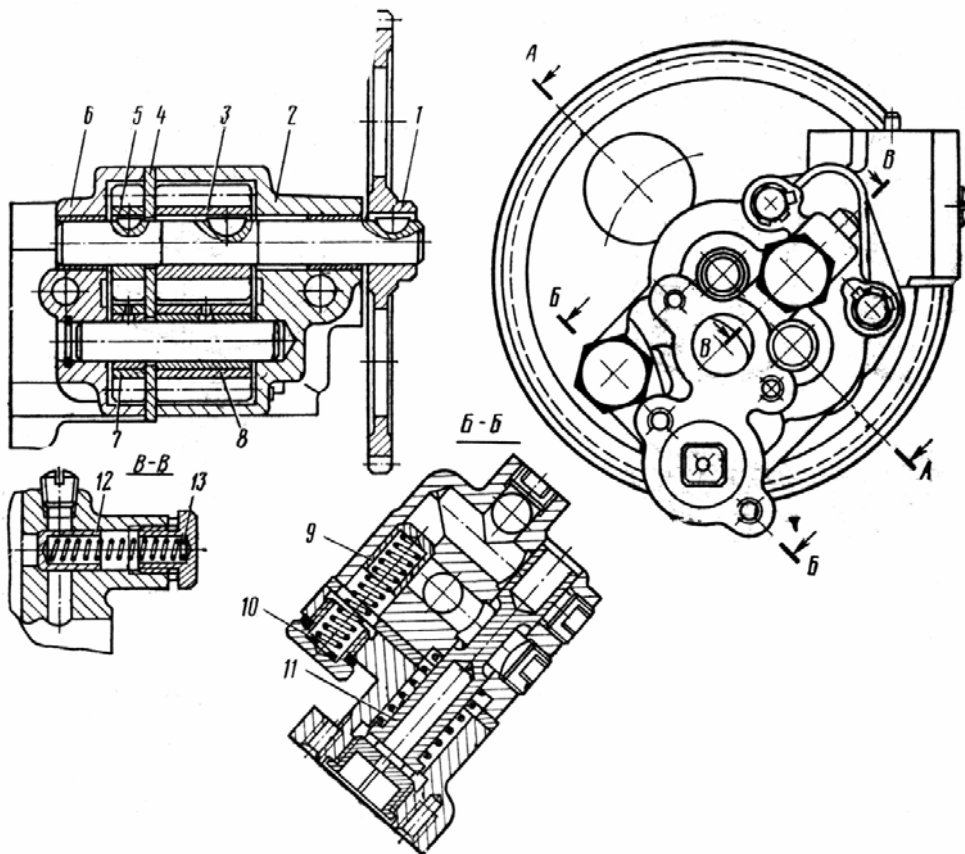

Рис. 2.26. Масляный насос:
3. Масляный насос (рис. 2.26) двухсекционный, шестеренчатого типа. Основная секция 2 нагнетает масло в систему смазки двигателя; радиаторная секция 6 - в фильтр центробежной очист-